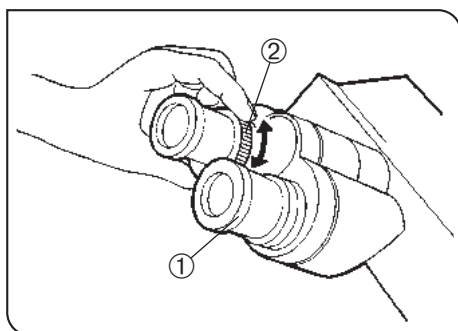

图 42
1. 使用右眼从右目镜中观察，转动目镜①上部，使视场中的测微尺达到最清晰（图42）。
3. 使用左眼从左目镜中观察，转动屈光度调节环②对样品聚焦。